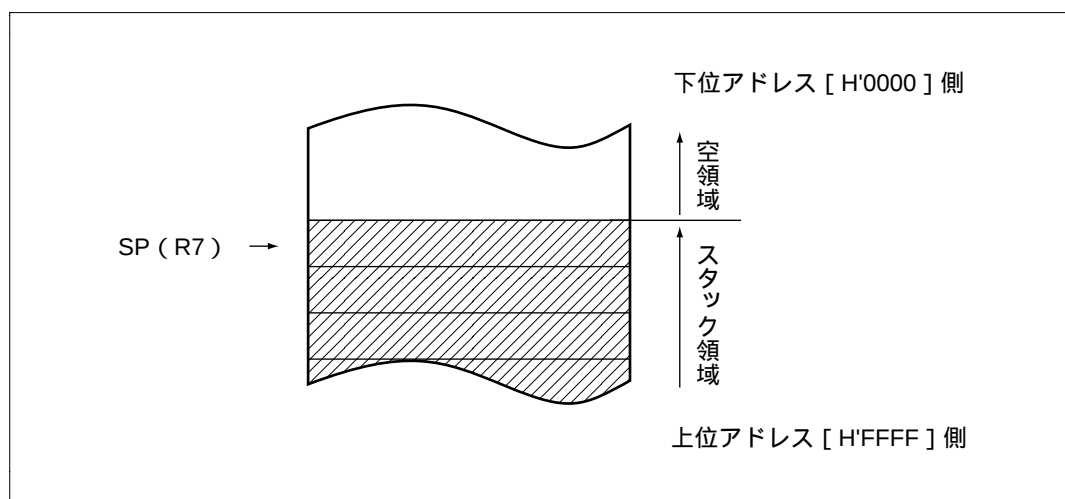

図 2.2 スタックの状態
アドレスレジスタとして使用する場合は、16 ビットレジスタ (R7~R0) として使用します。レジスタ R7 には、汎用レジスタとしての機能に加えて、スタックポインタ (SP) としての機能が割り当てられており、例外処理やサブルーチンコールなどで暗黙的に使用されます。このとき、SP は常にスタック領域の先頭を指しています。スタックの状態を図 2.2 に示します。